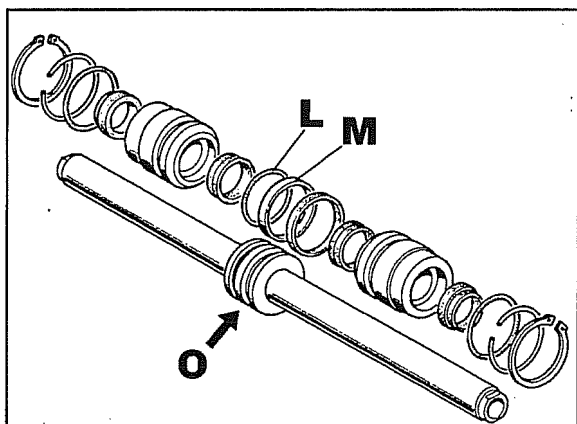
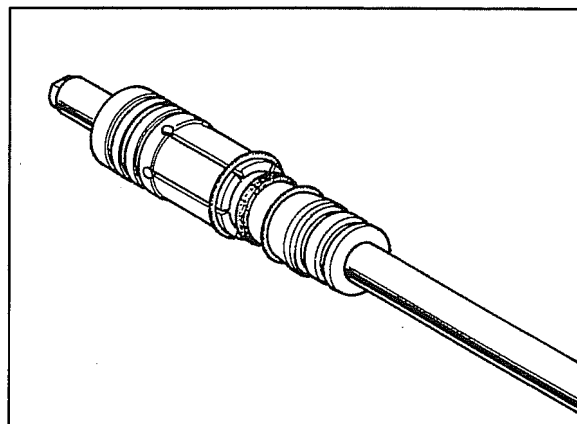

Fig. 72
Fig. 73
La fig. 72 mostra i componenti interni del cilindro sterzo.
- Per il montaggio degli anelli **L-M** fig. 72 nella sede **O** del pistone, occorre servirsi dell'apposito tampone combinato **N** fig. 73.